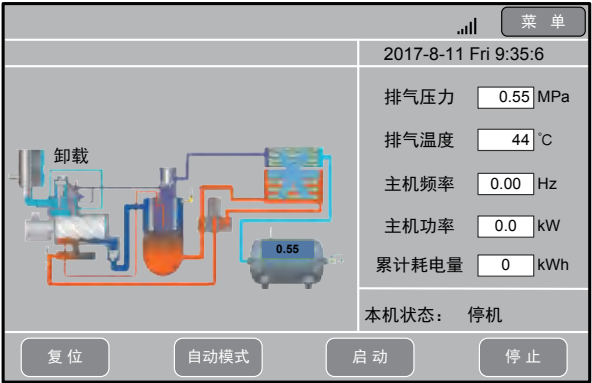

图 3-3 HMI 主页面（示意图）
- 7) 确认电机运转方向无误后，点击图 3-3 主页上的“启动”按钮，运行空压机。检查运行时的电流及温度是否在正常范围、电磁阀状态是否正确、压力及温度变化是否正常。